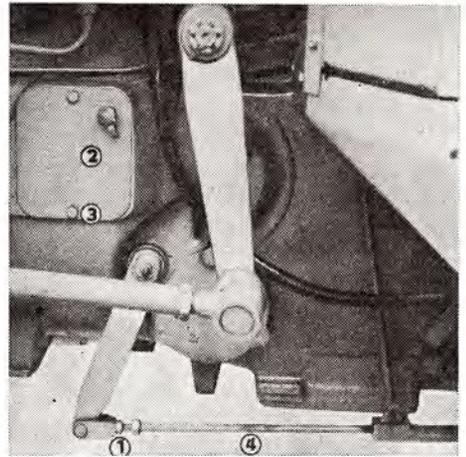

Abb. 37
1. Die Sicherungsmutter M 10 (Abb. 37/1) ist zu lockern.
2. Der Seitendeckel des Getriebegehäuses (Abb. 37/2) ist durch Ausschrauben zweier Schrauben M 6 (Abb. 37/3) zu demontieren.
3. Mit dem Kupplungsfusshebel ist das Ausrücklager auf die Vorrichtung anzuschlagen und die Länge der Kupplungszugstange (Abb. 37/4) ist so einzustellen, damit zwischen Fusshebel und Konsole kein Spiel besteht. Die Gabel ist mit einer Mutter (Abb. 37/1) zu sichern.